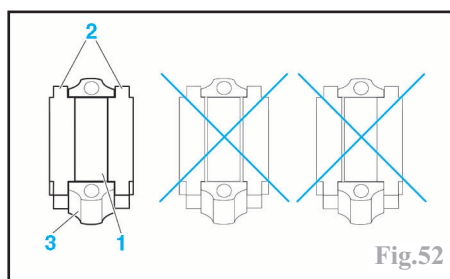

Fig.52
Monter dans leur chapeau, les coussinets (1) huilés suivant la classe déterminée pour chaque maneton. Ils doivent parfaitement être centrés sur la bielle (3) et le chapeau. Utiliser pour cela l'outil (2) **PSA 0194.P** (Fig.52).